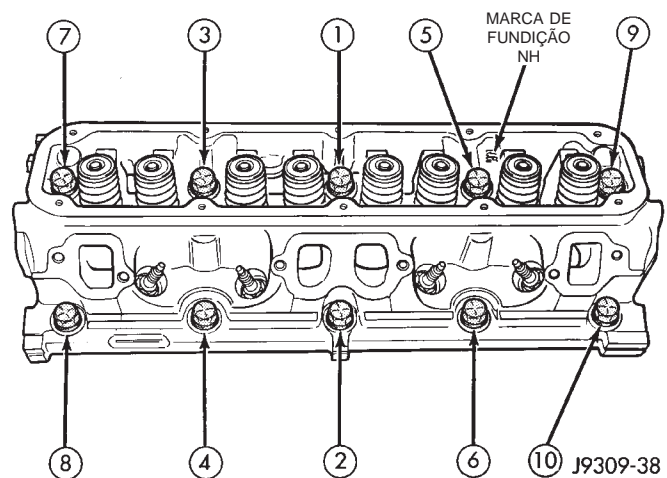

Fig. 30 Seqüência de Atraxamento do Parafuso do Cabeçote de Cilindros
(1) Posicione as novas juntas do cabeçote de cilindros no bloco de cilindros.
(2) Posicione as novas juntas do cabeçote de cilindros no bloco de cilindros.
(3) Começando no ponto morto superior, aperte todos os parafusos do cabeçote de cilindros, em seqüência, com um torque de 68 N·m (50 pés-lb.). (Fig. 30). Repita o procedimento, aperte todos os parafusos do cabeçote de cilindros com um torque de 143 N·m (105 pés-lb.). Repita o procedimento para confirmar se todos os parafusos estão com um torque de 143 N·m (105 pés-lb.).